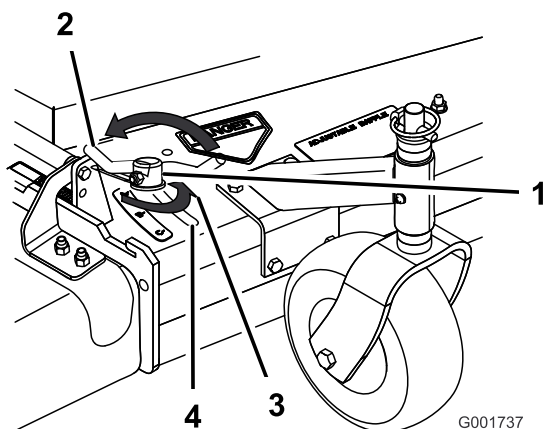

Figure 13
3. Pour régler le verrou à came, soulevez le levier pour desserrer le verrou (Figure 13).
5. Repoussez le levier à sa position d'origine pour serrer le déflecteur et le verrou (Figure 13).